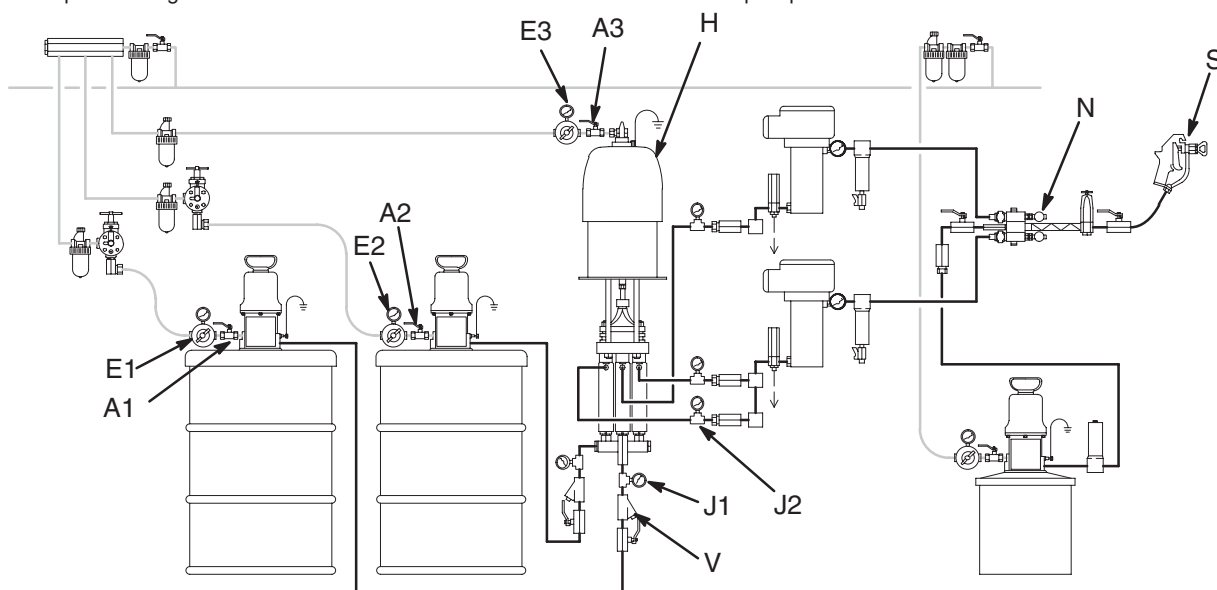

Fig. 17
S'il n'est pas possible de maintenir la pression produit existant entre la pompe d'alimentation et la pompe de dosage sur le manomètre d'entrée de la pompe de dosage (J1), examiner et nettoyer la crépine (V). Voir Fig. 17, page 21.